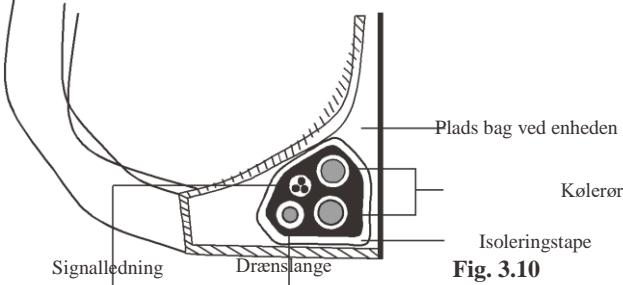

Fig. 3.10
1. Bundt drænslangen, kølerørene og signalkablet sammen som vist på **fig. 3.10**.
3. Bind signalledningen, kølerørene og drænslangen fast sammen med isoleringstape. Dobbeltjek, at alle elementer er bundet sammen som vist på **fig. 3.10**.